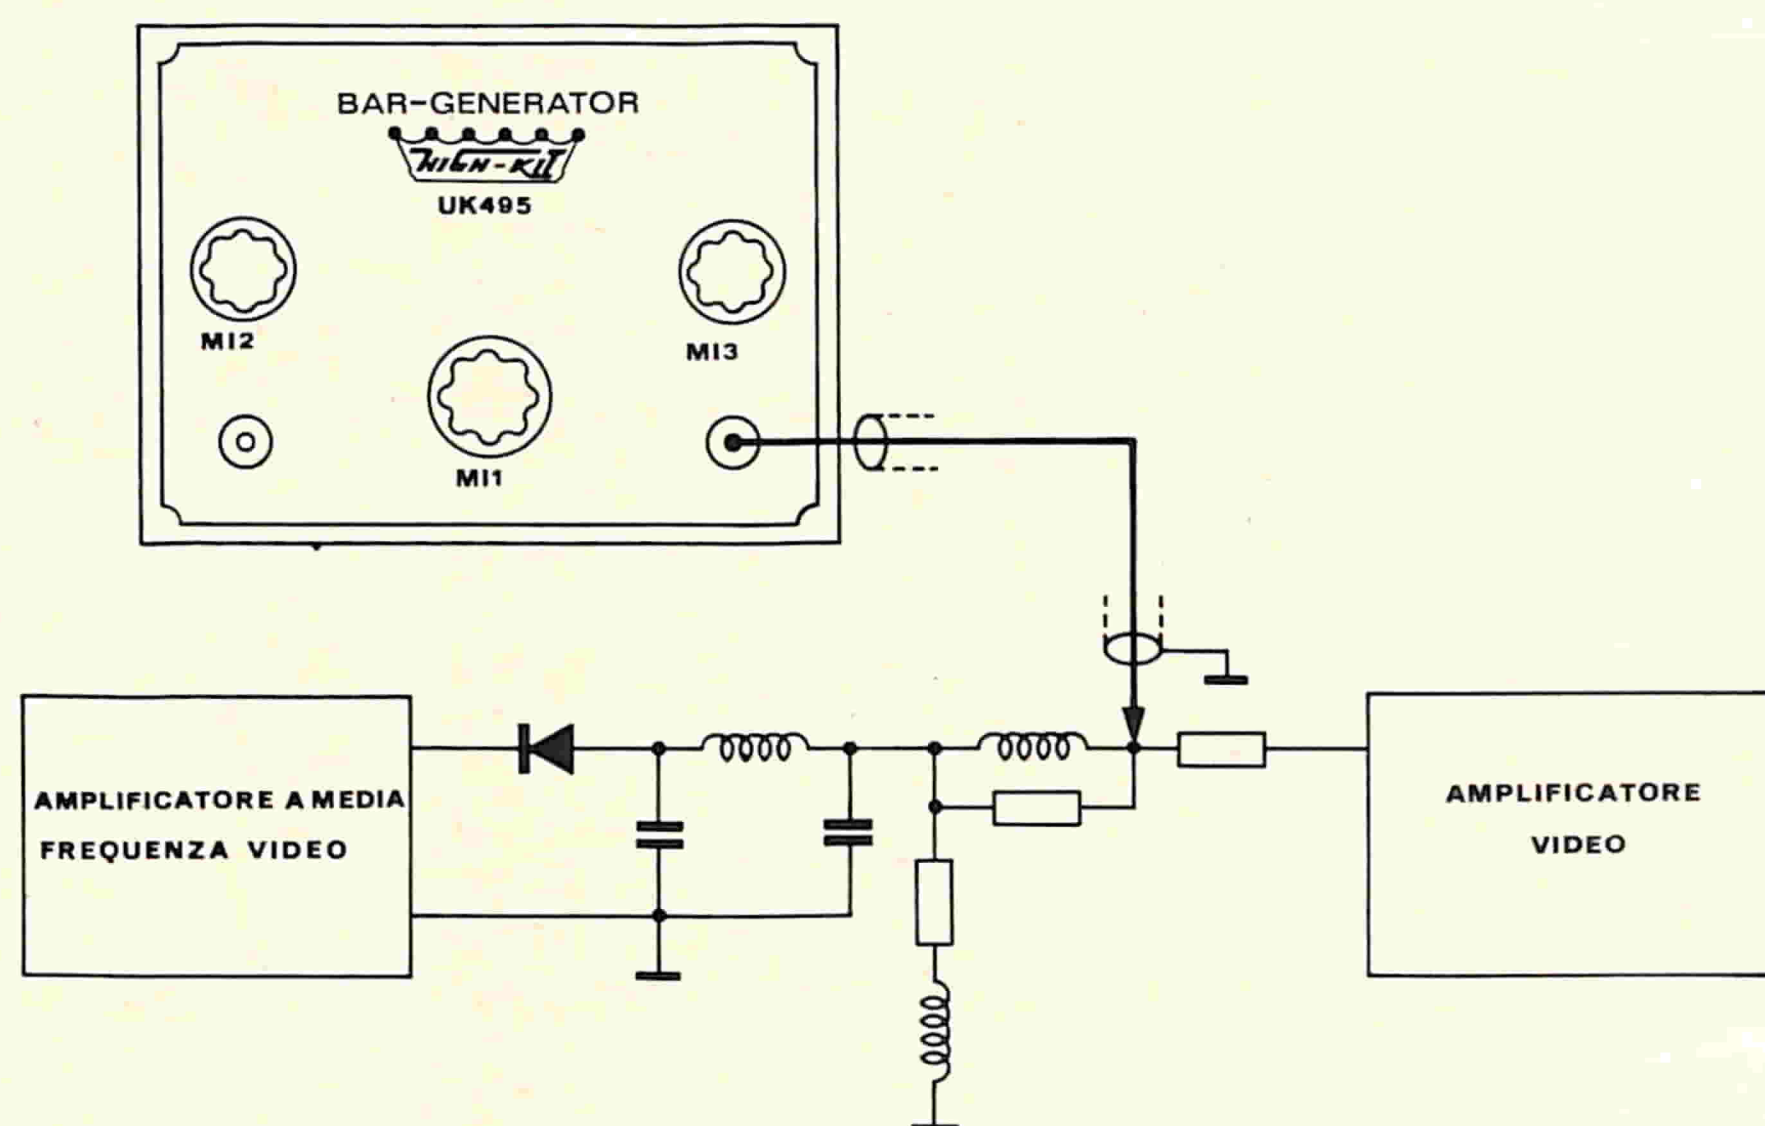

Fig. 7 - Esempio di collegamento del generatore di barre.
- Collegare l'uscita video del generatore all'ingresso dello stadio finale video del televisore mediante il cavo. Vedi esempio di collegamento in fig. 7.
Per vagliare le caratteristiche di risposta dello stadio amplificatore video di un televisore si collega la uscita del generatore di barre all'ingresso dello stadio (vedi esempio fig. 7). Si predispone il generatore per apparire sullo schermo del TV le barre verticali e si accende il televisore in prova e il generatore.